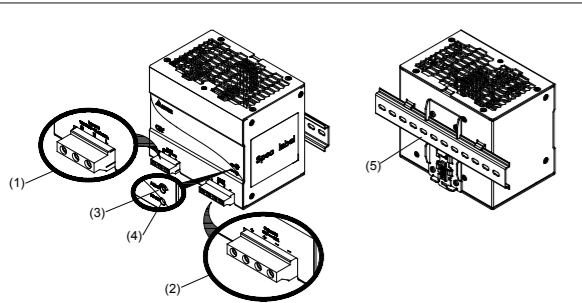
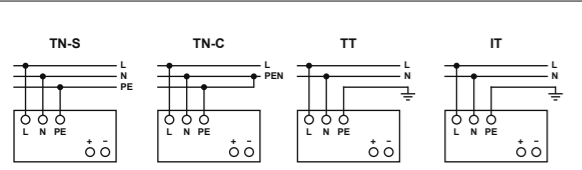

Figure 1
Figure 5
### 2. Gerätebeschreibung (Abb. 1)
#### 5.1. Anschluss der Eingangsklemmen (Abb. 1 (1), Abb. 5)
#### 5.2. Anschluss der Ausgangsklemmen (Abb. 1 (2))
Verwenden Sie die Schraubklemmen „+“ und „-“, um den 24Vdc-Anschluss herzustellen. Am Ausgang stehen 24Vdc zur Verfügung. Die Ausgangsspannung kann am Potentiometer zwischen 24 und 28Vdc eingestellt werden. Die grüne LED „DC OK“ zeigt die korrekte Funktion des Ausgangs an (Abb. 1 (4)). Das Gerät verfügt über einen Kurzschluss-, Überlast- und Überspannungsschutz, der auf 35Vdc begrenzt ist.